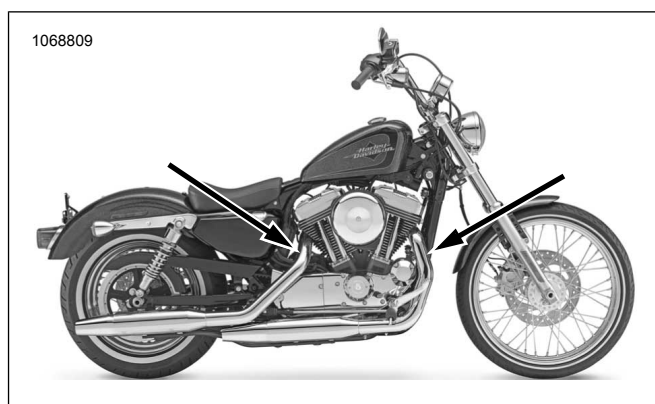
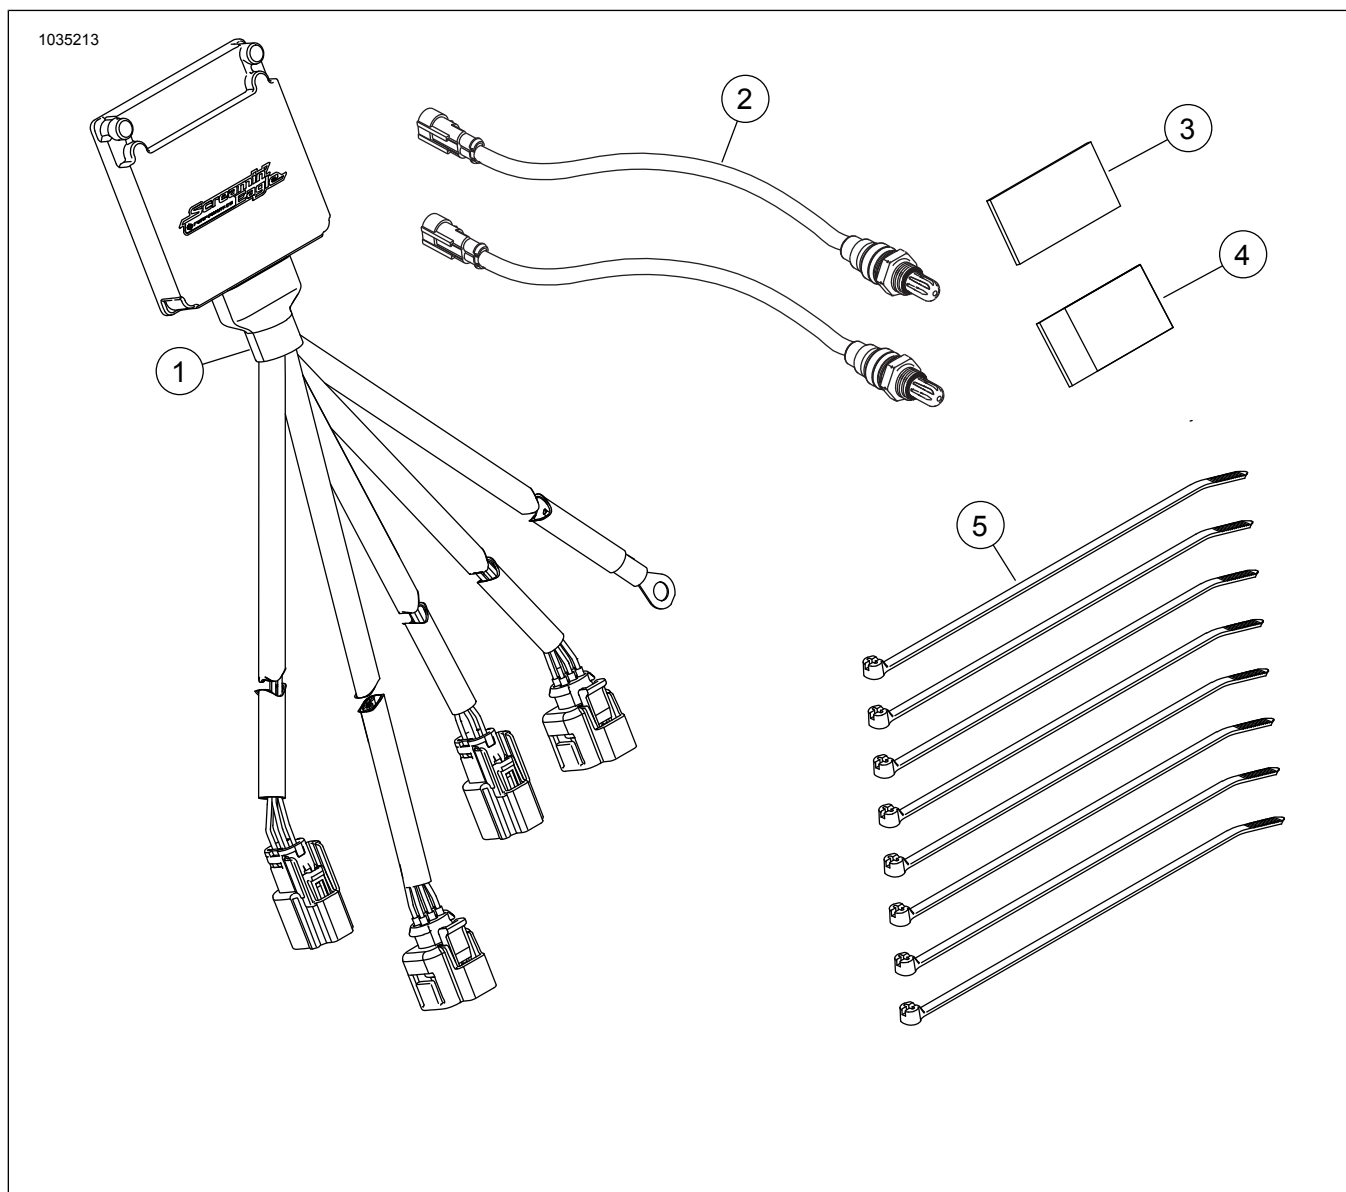

Figura 48. Locațiile senzorului de oxigen (partea interioară a țevilor de eșapament)
Figura 52. Conținut kit: Kit Modul reglaj automat (ATM) Smart Tune Pro
Consultați Figura 48, Figura 52 și Tabelul 5. Montați senzorii de oxigen de bandă largă (2). Utilizând Duza pentru senzorul de oxigen (cod produs HD-48262-A) strângeți la: